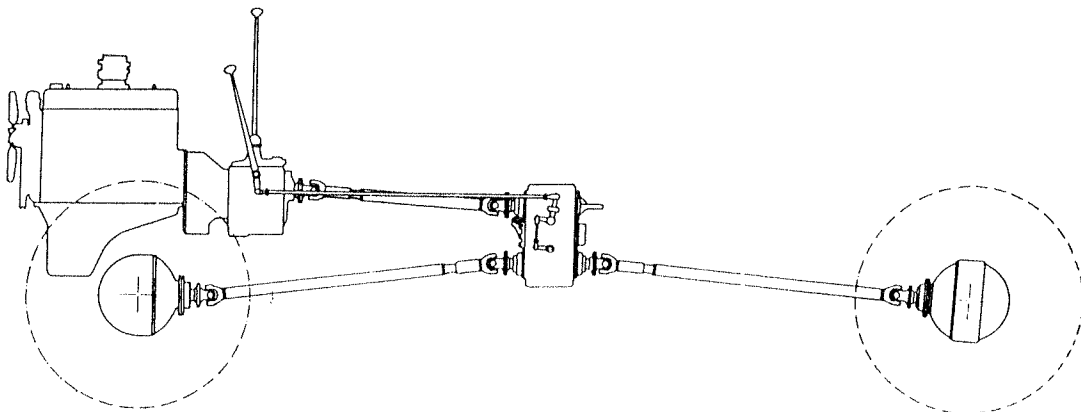

Abb. 11
6. Kraftübertragung: (Abb. 11)